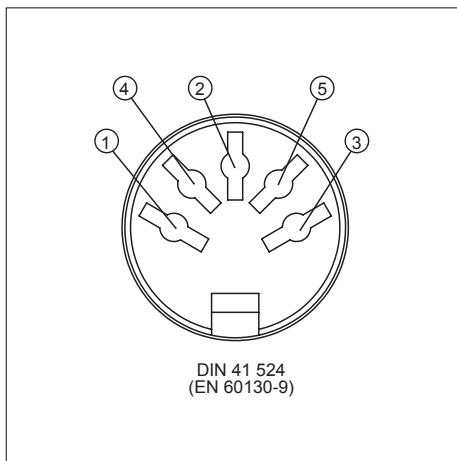

Fig.3 – Connexion de la prise
1. Branchez la fiche de déclencheur dans la prise d'entrée INPUT (B).
3. Connexion de la prise comme indiqué sur la fig. 3.